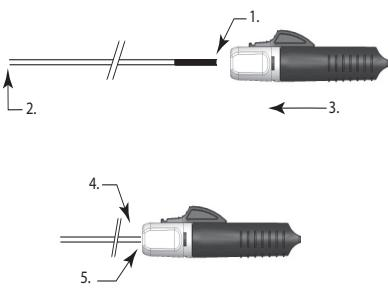

Figura 3
- Tenere l'estremità prossimale dello spingitore dell'impianto in corrispondenza dell'estremità distale dell'indicatore di carico. Far avanzare il dispositivo di distacco istantaneo sopra l'estremità prossimale dello spingitore dell'impianto finché l'indicatore di carico non entra interamente nell'invito e lo spingitore non è saldamente inserito nell'attuatore (fare riferimento alla Figura 3).
Nota: se la tacca dell'indicatore si presenta ancora come nella Figura 4 sottostante, il dispositivo di distacco istantaneo dovrà essere fatto avanzare ulteriormente finché lo spingitore dell'impianto non è completamente inserito nell'invito, come illustrato nella Figura 3.